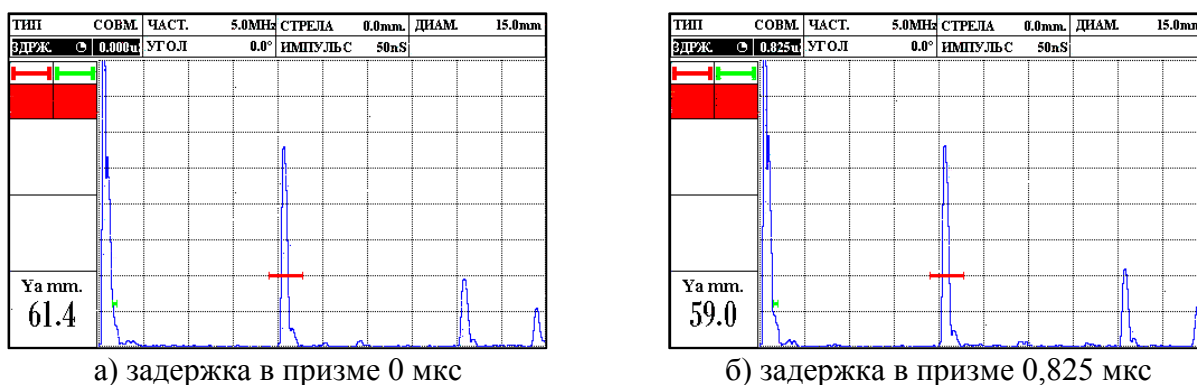

Рисунок 2.12 – Установка задержки в призме преобразователя
3. Задержку в призме преобразователя «ЗДРЖ.» (задержка указывается в мкс). В процессе использования преобразователя задержка в призме может меняться, за счет истирания призмы. Задержку можно определить с помощью стандартных образцов см. раздел калибровки (2.5.1 или 2.5.2), на рис. 2.12 представлено определение задержки в призме преобразователя на СО-2.